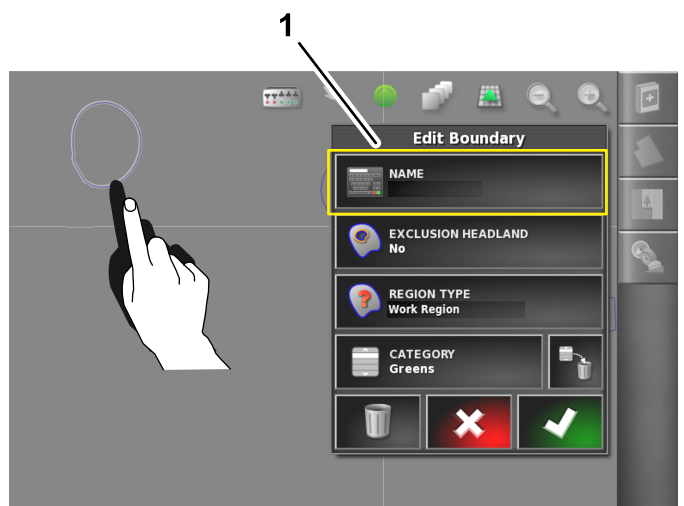

Bild 57
2. Nehmen Sie Ihren Finger vom Bildschirm und das Dialogfenster Feldgrenze bearbeiten öffnet sich (Bild 57).